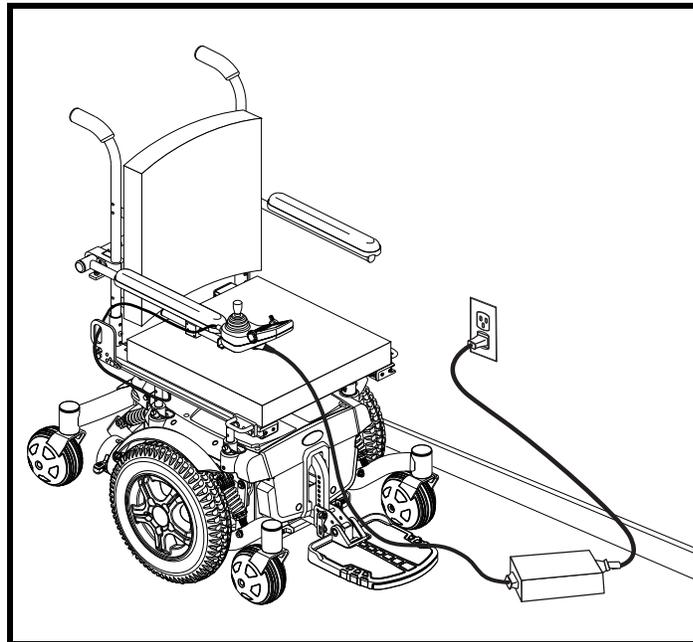

Figure 25. Batteries et recharge
3. Branchez le chargeur externe dans le réceptacle du chargeur/programmation sur le module de contrôle. Voir la figure 25.